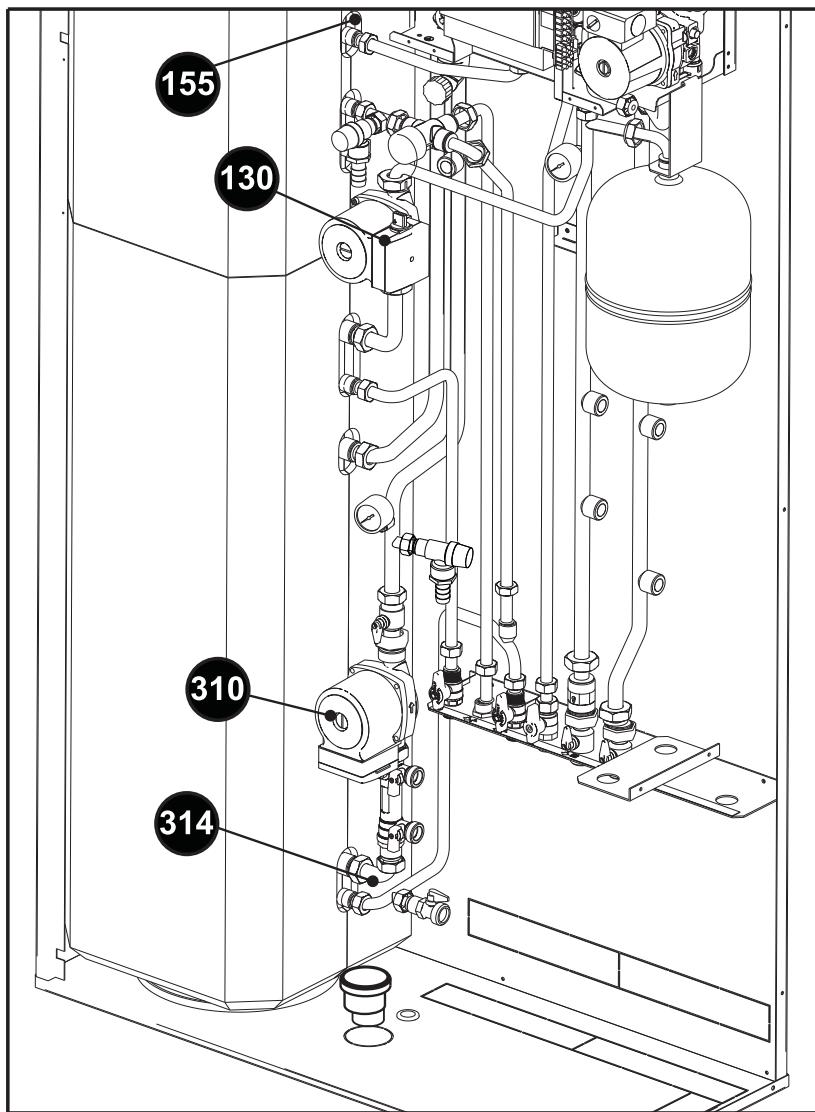

fig. 37 - Connessioni elettriche
- Collegare elettricamente i seguenti cavi ai componenti come descritto di seguito (fig. 37):